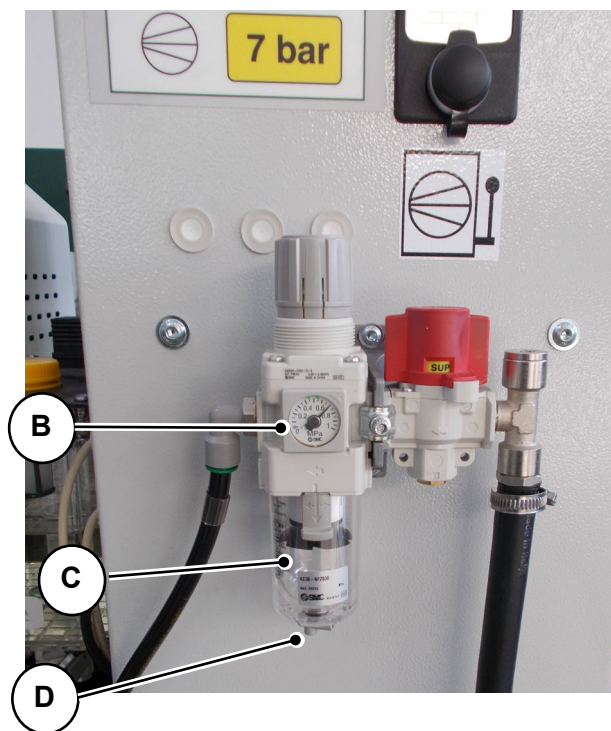

Fig. 09-01
- Verifique o nível de óleo de lubrificação “**A**” (**Fig. 09-01**) do corte (a falta de óleo é sinalizada no aparelho).
- Verifique no manômetro “**B**” (**Fig. 09-01**) o nível da pressão do ar de entrada.
- Verifique se há condensação no copo “**C**” (**Fig. 09-01**). Se houver condensação no copo, pressione o bico “**D**” (**Fig. 09-01**) para cima até que seja descarregado (esta operação é realizada sem desconectar a ALVA 55 da rede de ar). Em qualquer caso, a drenagem do condensado ocorre automaticamente (sempre com a porca de anel aberta) toda vez que a mangueira de alimentação de ar é desconectada.